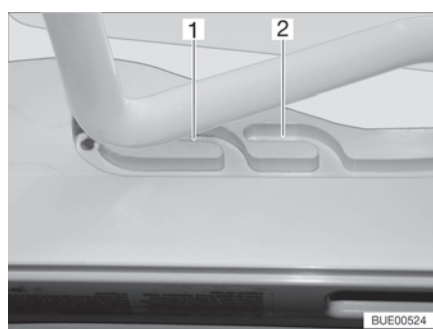
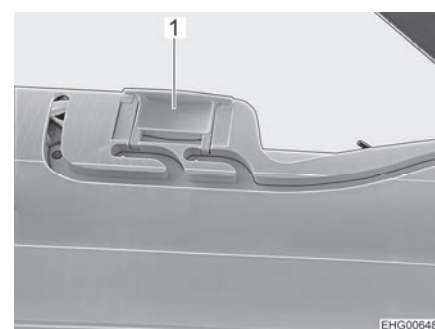

Fig. 55 Guida (posizione di ricircolo d'aria)
Fig. 56 Bloccaggio (posizione di ricircolo d'aria)
È possibile portare l'oblò Heki in due posizioni di ricircolo d'aria: Posizione brutto tempo (Fig. 55,1) e posizione centrale (Fig. 55,2). A seconda del modello, l'oblò può essere bloccato sulla posizione centrale del suo telaio con i due chiavistelli (Fig. 56,1) di sinistra e destra.
- Premere la staffa leggermente verso l'alto, spingerla nella guida selezionata (Fig. 55,1 o 2) ed eventualmente bloccarla.